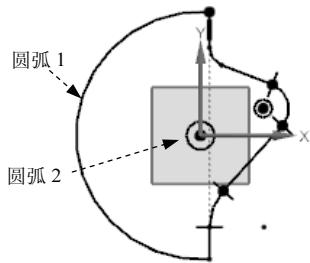

图 5.12.5 添加同心约束
(1) 单击“几何约束”按钮 $\text{G}$ 。系统弹出“几何约束”对话框，单击 $\text{C}$ 按钮，选取图 5.12.5 所示的两段圆弧，则在圆弧和圆弧之间添加图 5.12.5 所示的“同心”约束。